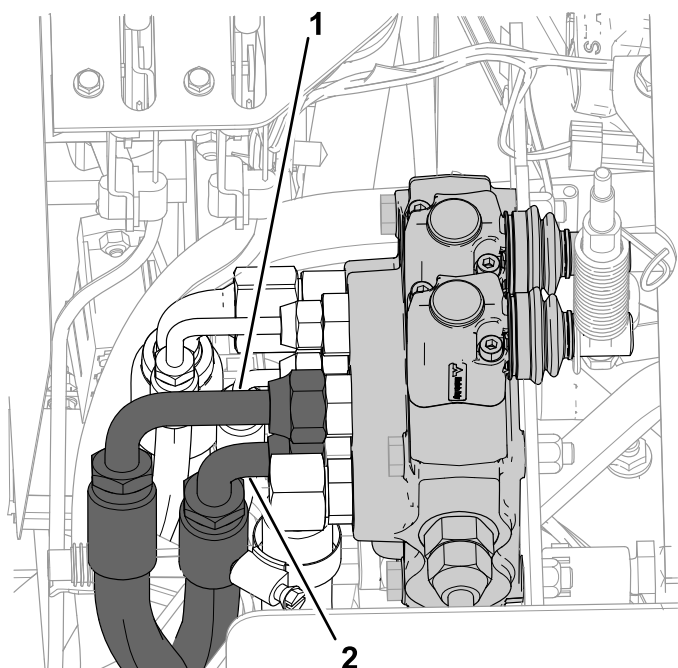

Figure 15
2. Branchez le raccord coudé court sur l'orifice inférieur de la vanne (Figure 15).
5. Branchez le raccord coudé long sur l'orifice supérieur de la vanne (Figure 15).